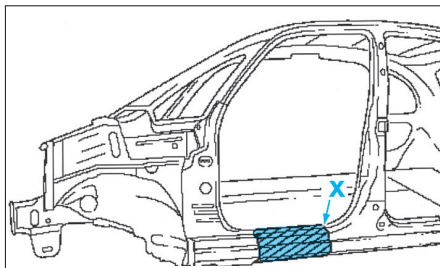

FIG. 53
• Découper et déposer le bas de caisse (X) par perçage en tenant compte de la longueur de la pièce neuve (Fig.53).